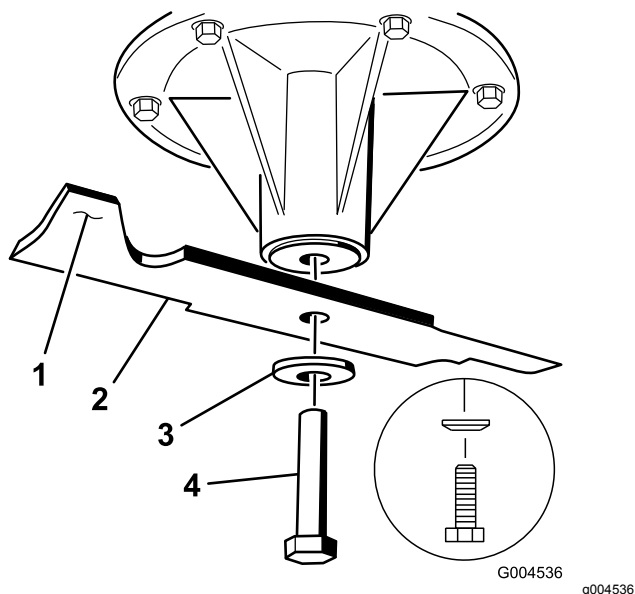

Figure 98
2. Enlevez de l'axe, le boulon, la rondelle bombée et la lame (Figure 98).
3. Si la lame est déséquilibrée, limez un peu l'extrémité de l'ailette seulement (Figure 98).